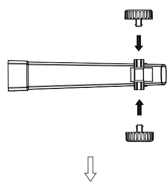
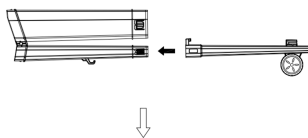

Fig. 2
Fig. 3
**Monte roda e o tubo do soprador/de aspiração** (Fig. 2, Fig. 3, Fig. 4, Fig. 5)
Puxe as duas rodas e o tubo soprador, segurando o tubo soprador e instale as duas rodas, consulte a **Fig.2**.
Puxe o tubo central e fazer deslizar o tubo soprador para dentro do tubo central. Consulte a **Fig.3**.